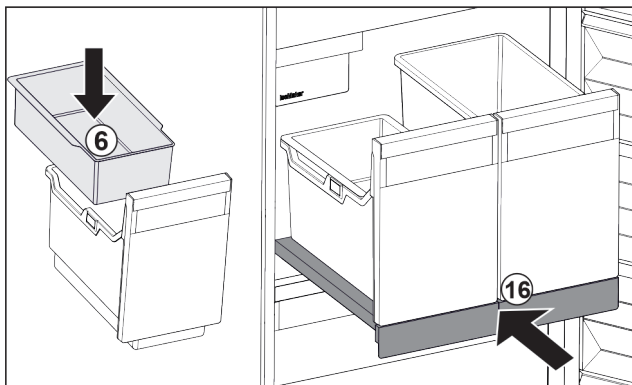

Fig. 125
- ▶ Vsaďte závěsnou miskou Fig. 125 (6) pro kostky ledu.
- Fig. 125 (16)